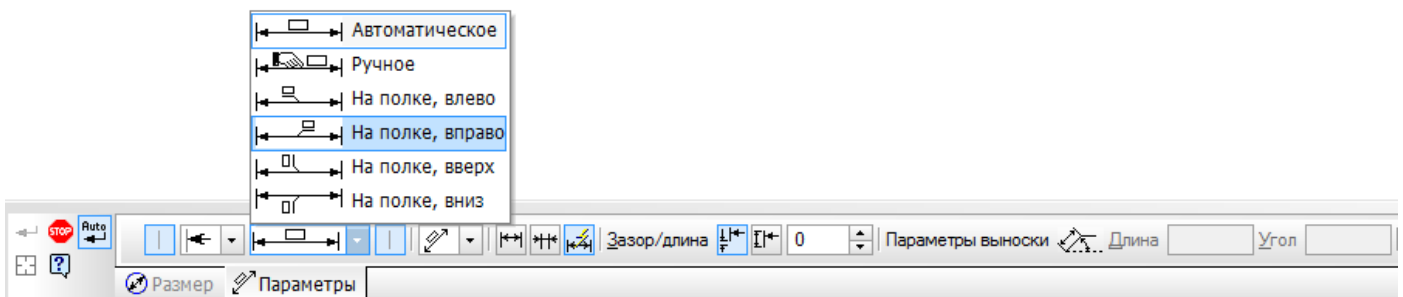

Рис. 16. Вкладка **Параметры**
- на вкладке **Параметры** панели **Свойств** в поле **Размещение текста** установите **На полке вправо** (рис. 16);